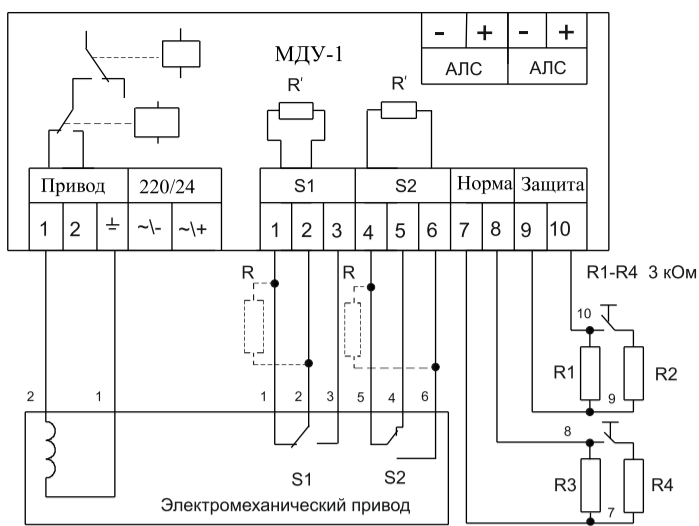

Рисунок 3
- Привод с возвратной пружиной - рисунок 3.